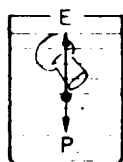

Fig. 10
- 1) Si el empuje es mayor que el peso, el cuerpo flota (fig. 10).